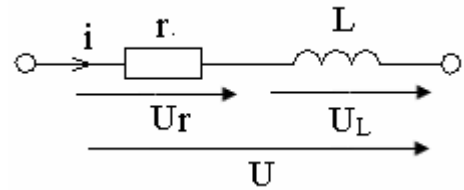

Рис. 57
32. Напряжение в цепи $U=120\sqrt{2}\sin(314t+\pi/8)$ В, $L=0,05$ Г, $r=15,7$ Ом (рис. 57). Определить и построить мгновенные значения тока и напряжения на активном и индуктивном сопротивлениях. Построить векторную диаграмму.